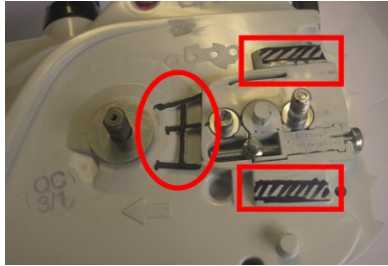

Abb. 1: mögliche Bereiche, die am Motorgehäuse frei zu machen sind
- > Es müssen abhängig vom Motorsägentyp ggf. zusätzliche Bereiche am Kettenraddeckel und am Motorgehäuse frei geschliffen werden (s. Abb. 1 und 2).